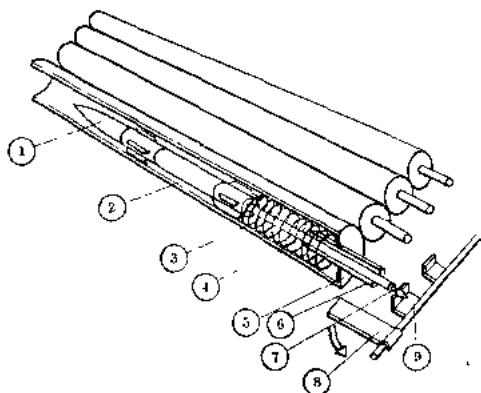

图 7-7
下面制作火箭筒(见图 7-7)。①是模型火箭,装在火箭筒②里面的。模型火箭压紧弹簧④。火箭的尾部有根长杆③,从炮筒底部⑤的小管子⑥中伸出来,长杆③的尾部有一圈凹槽⑦被发射机构⑨钩住。发射机构⑨的轴上有块衔铁⑧。